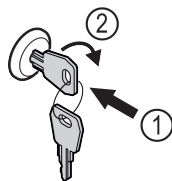

Fig. 115
- Įspauskite raktą Fig. 115 (1).
- Pasukite raktą 90° pagal laikrodžio rodyklę Fig. 115 (2).